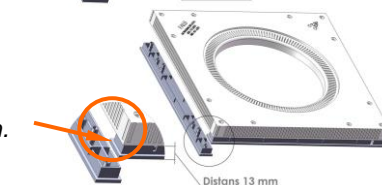

Fig 4
- **För 13 mm förhöjning** av befintligt golv, Vrid distansen så att plana änden är mot plattans hörn, se Fig 4 och tryck fast distans på undersidan.